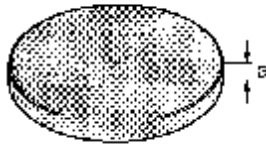

图 9-108 垫圈
(25) 垫圈的区别，铝制变速箱在图 9-108 中尺寸 a 为 7mm，镁制变速箱则为 11mm。